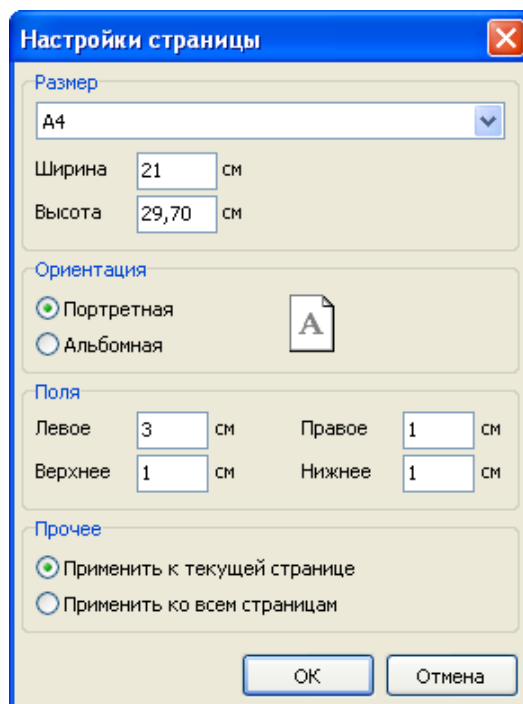

Рисунок 19 – Окно настройки страницы
– кнопка «Свойства страницы». Открывает окно настройки страницы (Рисунок 19), с помощью которого можно задать основные свойства страницы для печати.